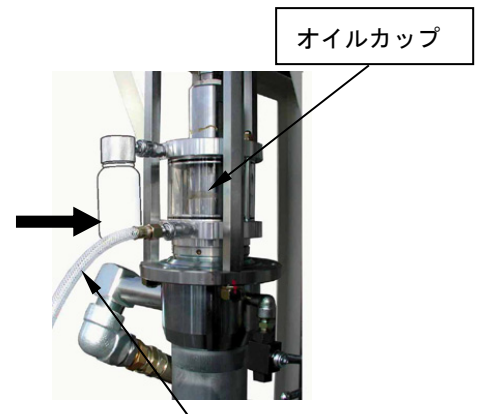

Fig.5.2
- 2) オイル供給ハンドポンプ HOP-20W（オプション）からのホースを下側カプラーに接続してください。(Fig.5.2)
- 4) 充填後、ホースを取り外してください。(Fig.5.2)